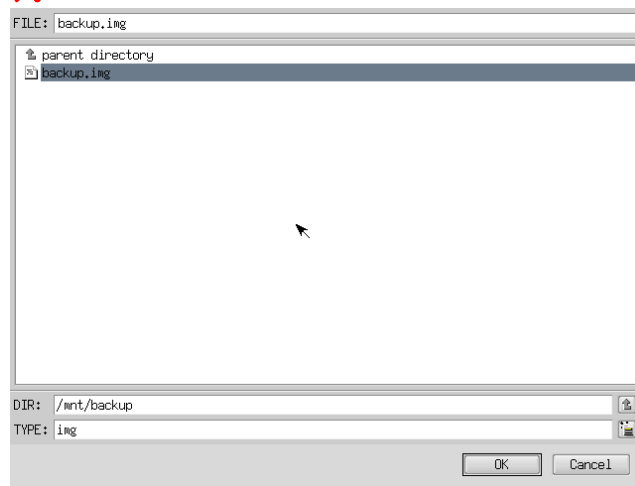

図 5-2-5. ファイル参照画面
- ⑧ ファイル参照画面（図 5-2-5）が表示されます。接続したバックアップ USB のパーティションは、/mnt にマウントされているので、/mnt 以下から目的のファイルを探してください。[OK]を押すとファイル選択画面にもどります。
- ⑨ ファイル参照画面（図 5-2-5）で指定したバックアップファイルが入力されていることを確認します。[次へ]ボタンを押します。